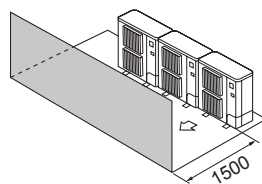

Fig. 2-14
- ③ Šķēršļi tikai iekārtas priekšpusē (Fig. 2-14)